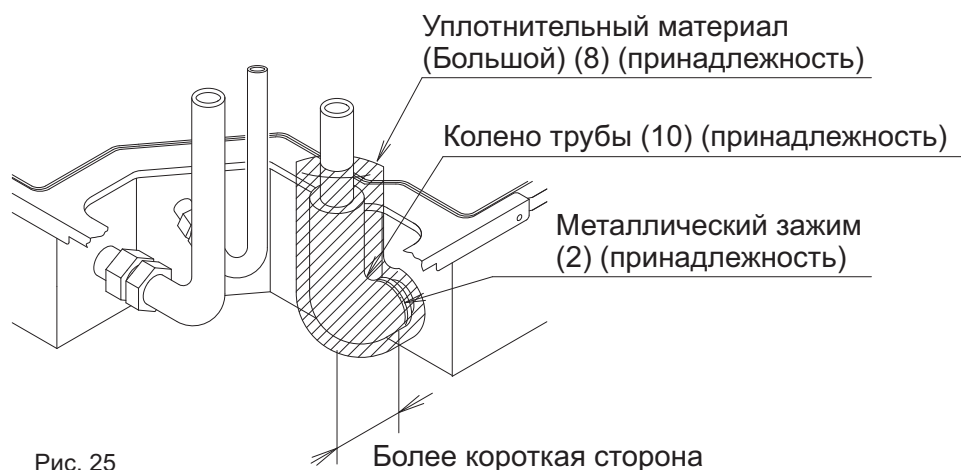

Рис. 25
- Дренажный трубопровод можно подсоединить с 3-х направлений. (См. рис. 25, 26 и 27)
2. Вставьте дренажный шланг (1) и колено трубы (10) в основание дренажного гнезда. Затяните металлический зажим (2) вставленного конца шланга в пределах обмотанной ленты с крутящим моментом $1,35 \pm 0,15 \text{ Н} \cdot \text{м}$ ($135 \pm 15 \text{ Н} \cdot \text{см}$). (См. рис. 25, 26, 27 и 31)
4. Изолируйте металлический зажим (2), дренажный шланг (1), колено трубы (10) прикрепленным уплотнительным материалом (Большим) (8). (См. рис. 25, 26, 27 и 33) (Металлический зажим (2) может запотеть и может стекать конденсация.)